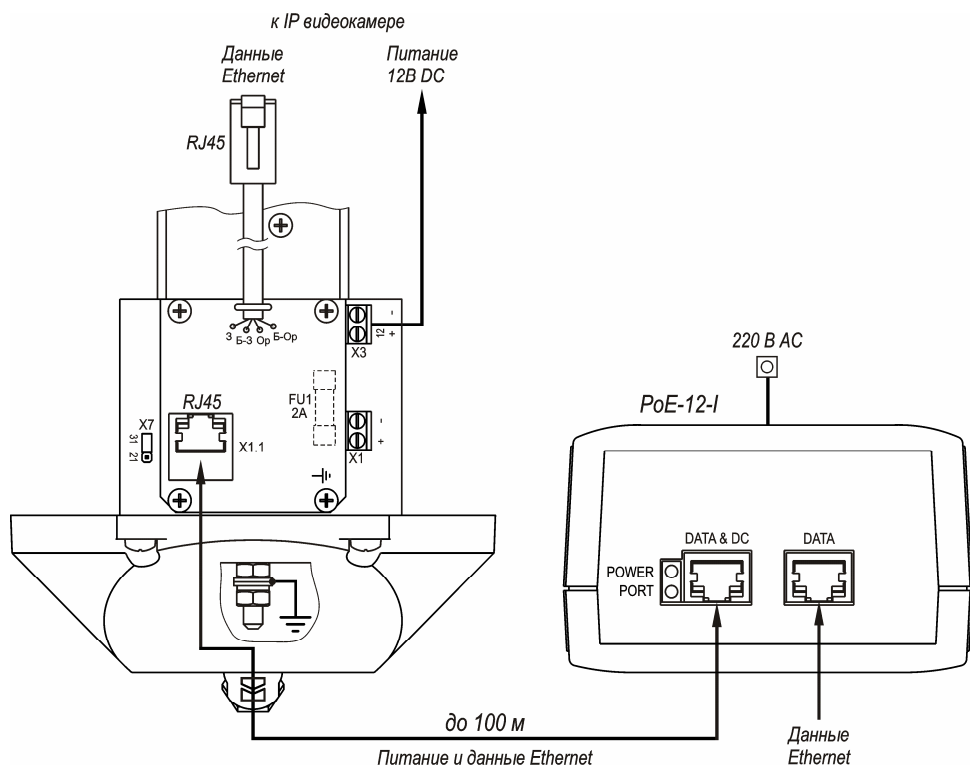

Рис.4 Схема подключения IP-видеокamеры
1. Кронштейн ТГБ-3 для крепления IP-видеокамеры ТВК-90 PoE на опоры $\varnothing 115 \div 135$ мм (другой размер – под заказ). Монтаж кронштейна см. рис.4.
5. При необходимости изменить мощность обогрева гермобокса, выкрутить 4 винта крепления задней крышки гермобокса, выдвинуть модуль видеокamеры из кожуха и установить джампер X7 в нужное положение (рис.4). Установить модуль видеокamеры обратно в кожух. Закрутить 4 винта крепления задней крышки.
* Предприятием изготовителем джампер X7 установлен в положение «31» - мощность обогрева 31 Вт, для изменения мощности на 21 Вт джампер X7 необходимо переставить в положение «21» (см. рис.4).
Через разъем «Data» (см. рис.4) осуществляется обмен данными по сети Ethernet.